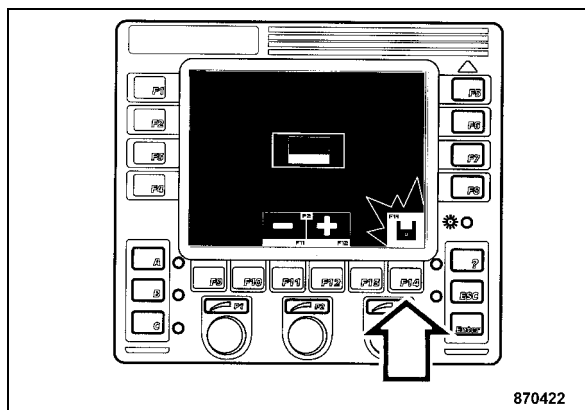

Fig. 115
- Pulsar la tecla "F14" para memorizar el idioma enfocado (Fig. 115). Para confirmación, en la pantalla se ilumina brevemente el símbolo "memorizar" en verde.